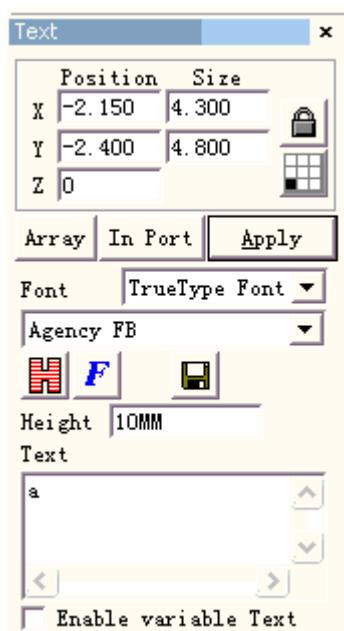

Рис.8-5-1. Ввод буквы «**a**».
**1 этап:** начертите букву «**a**» в рабочем пространстве. Установите значение 0 по координате Z и нажмите кнопку «**Применить**». Нажмите кнопку «**put to origin**» (поместить в исходное положение) на панели инструментов, чтобы поместить букву «**a**» в центре рабочего пространства, как показано на Рис. 8-5-1: